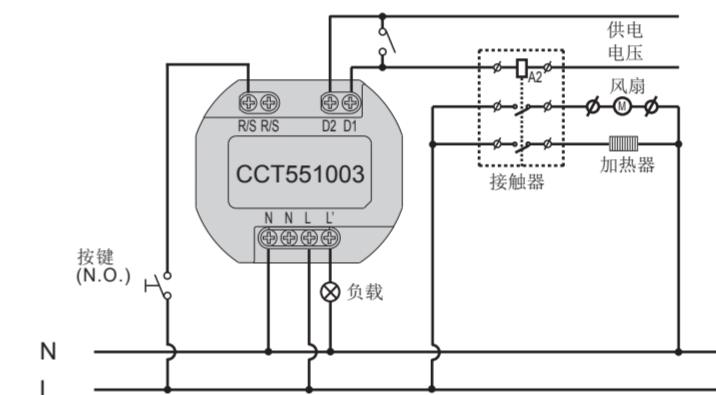
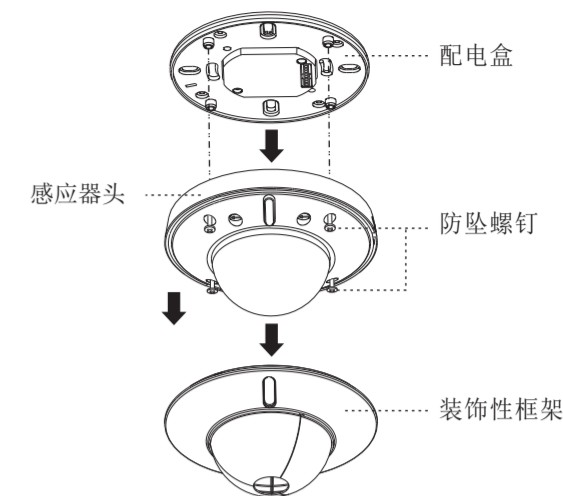
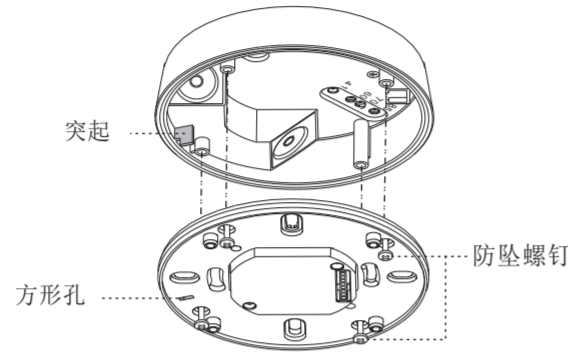

图 5
图 8
图 18
3.3.1 正常操作 (见图 5)
3.4.1.1 取下感应器的装饰性框架, 然后拧下其 4 颗防坠螺钉, 从而将感应器头从配电箱上取下 (见图 8)。
3.4.2.3 请参考图 5 - 图 6 的图示以便正确接线，然后挤紧配电箱盖。
3.4.3.5 参考接线图，以便正确接线（见图 5 - 图 6）。固定板上有方形孔，将固定板放入接线盒时，请将凹槽对准接线盒的突起（见图 18），然后将感应器头按图 8 所示安装到配电箱上，再用已装上的 4 颗防坠螺钉完成组装。